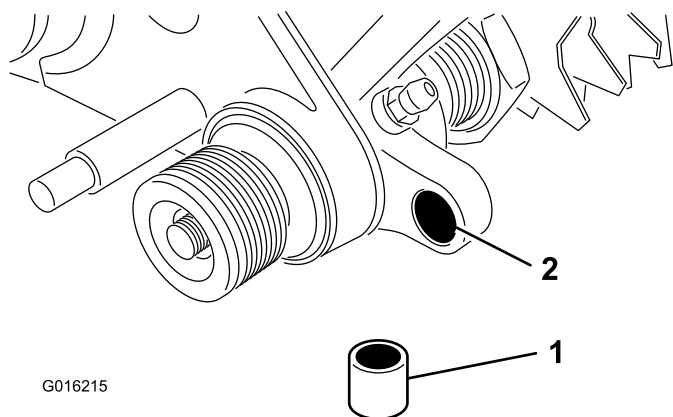

Рисунок 9
20. Вставьте втулку в отверстие в правом узле привода механической щетки (**Рисунок 9**).